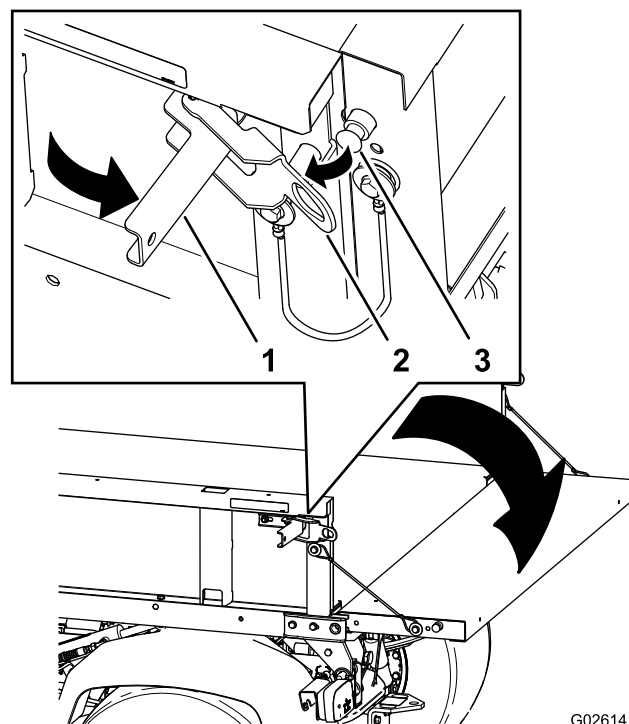

Figura 22
2. Aprite i fermi sul lato destro e sinistro del pianale e abbassate la sponda posteriore (Figura 22).